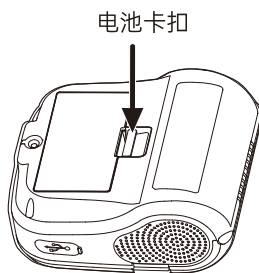

图2
- (3) 如下图2所示，拔下电池时，扣开电池卡扣，使用与安装电池相反的步骤。